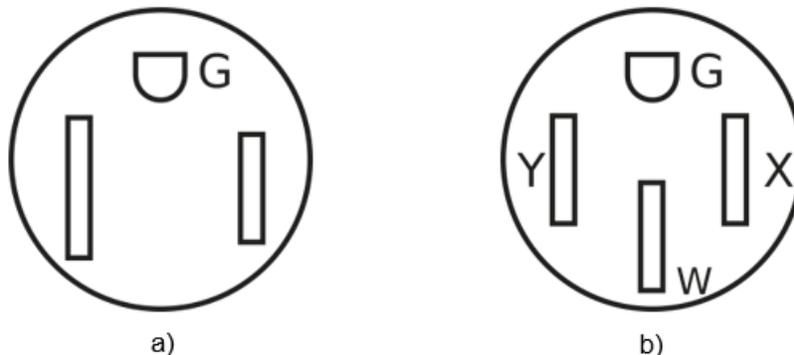

Figure 6 : Réceptacle NEMA 6-50R (a) et réceptacle NEMA 14-50R (b)
- 1- Branchez simplement la fiche du câble d'alimentation (NEMA 6-50P ou NEMA 14-50P) dans un réceptacle d'alimentation compatible (voir Figure 6). (Si le réceptacle est inexistant, consultez un électricien qualifié pour qu'il effectue son installation.)